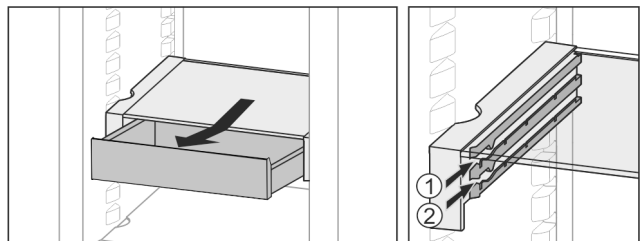

Fig. 20
- Вставити на будь-якій висоті Fig. 20 (1) або Fig. 20 (2).